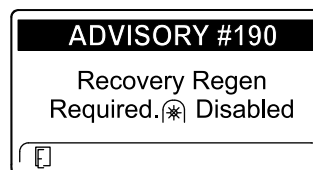

Рисунок 55
- Требуется восстановительная регенерация – вал отбора мощности выключен, ИНФОРМАЦИОННОЕ СООБЩЕНИЕ № 190 (Рисунок 55)